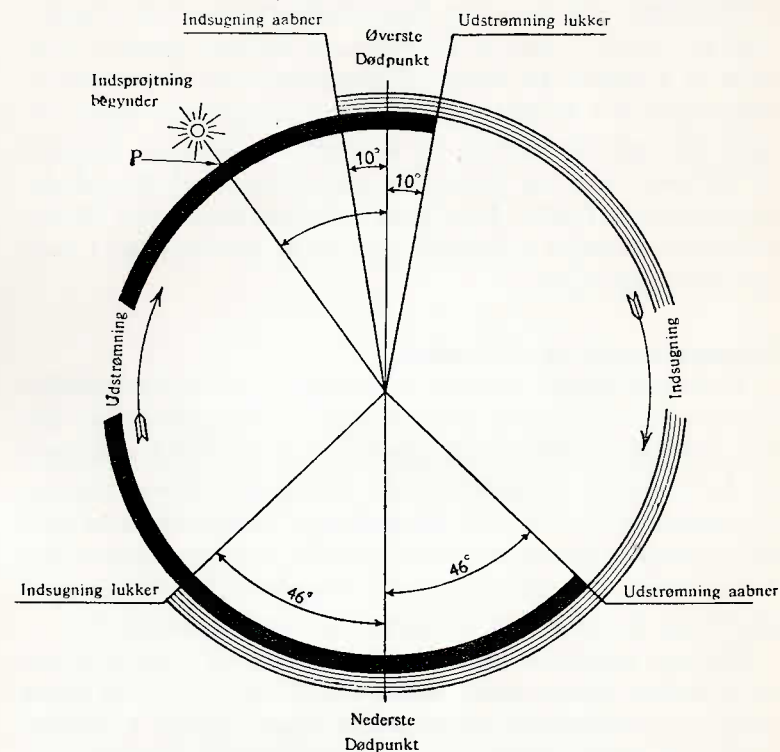

Fig. 7. Diagram over Ventilindstilling og Indsprøjtningstidspunkt.
P. angiver Brændselsindsprøjtningens Begyndelse (se Fig. 7).